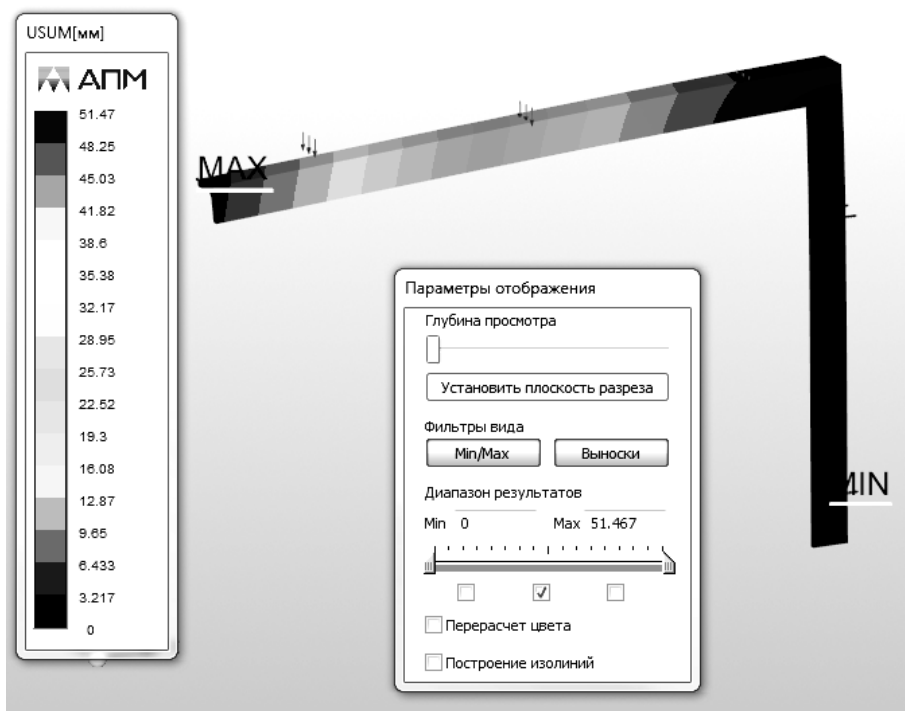

Рис. 16.14. Суммарные линейные перемещения (деформации)
- суммарные линейные перемещения (деформации) (рис. 16.14);